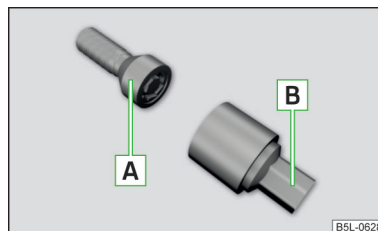

Fig. 203
Șuruburile de roată antifurt protejează roțile față de un furt. Aceste șuruburi pot fi slăbite, respectiv strânse cu ajutorul adaptorului **B** » fig. 203.
- Introduceți adaptorul **B** » fig. 203 cu partea dințată în coroana interioară dințată a șurubului de roată antifurt **A**.